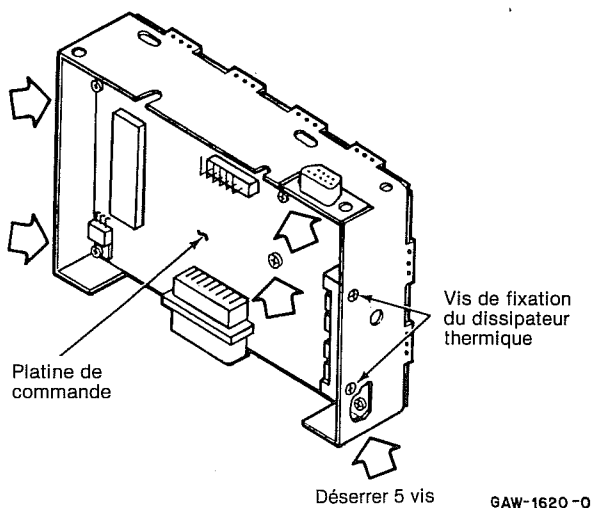

Figure 14
(2) Une fois que la platine HF est sortie, retournez l'appareil et désérrez toutes les vis de fixation de la platine de commande (voir figure 14).
(3) Désérrez les deux vis de montage du dissipateur thermique du côté du châssis (voir figure 14). Vous pouvez maintenant sortir la platine de commande en la soulevant.